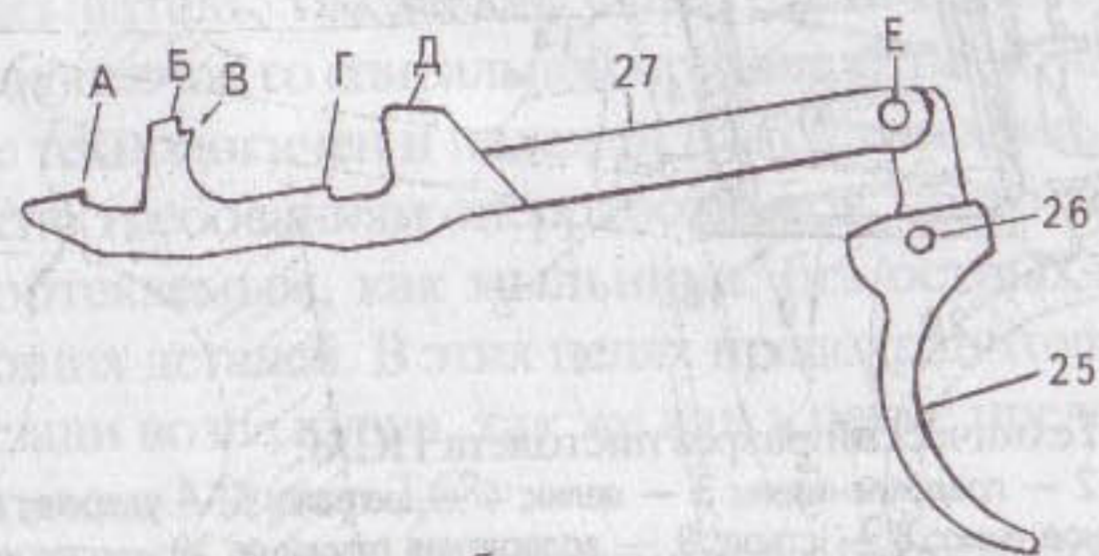
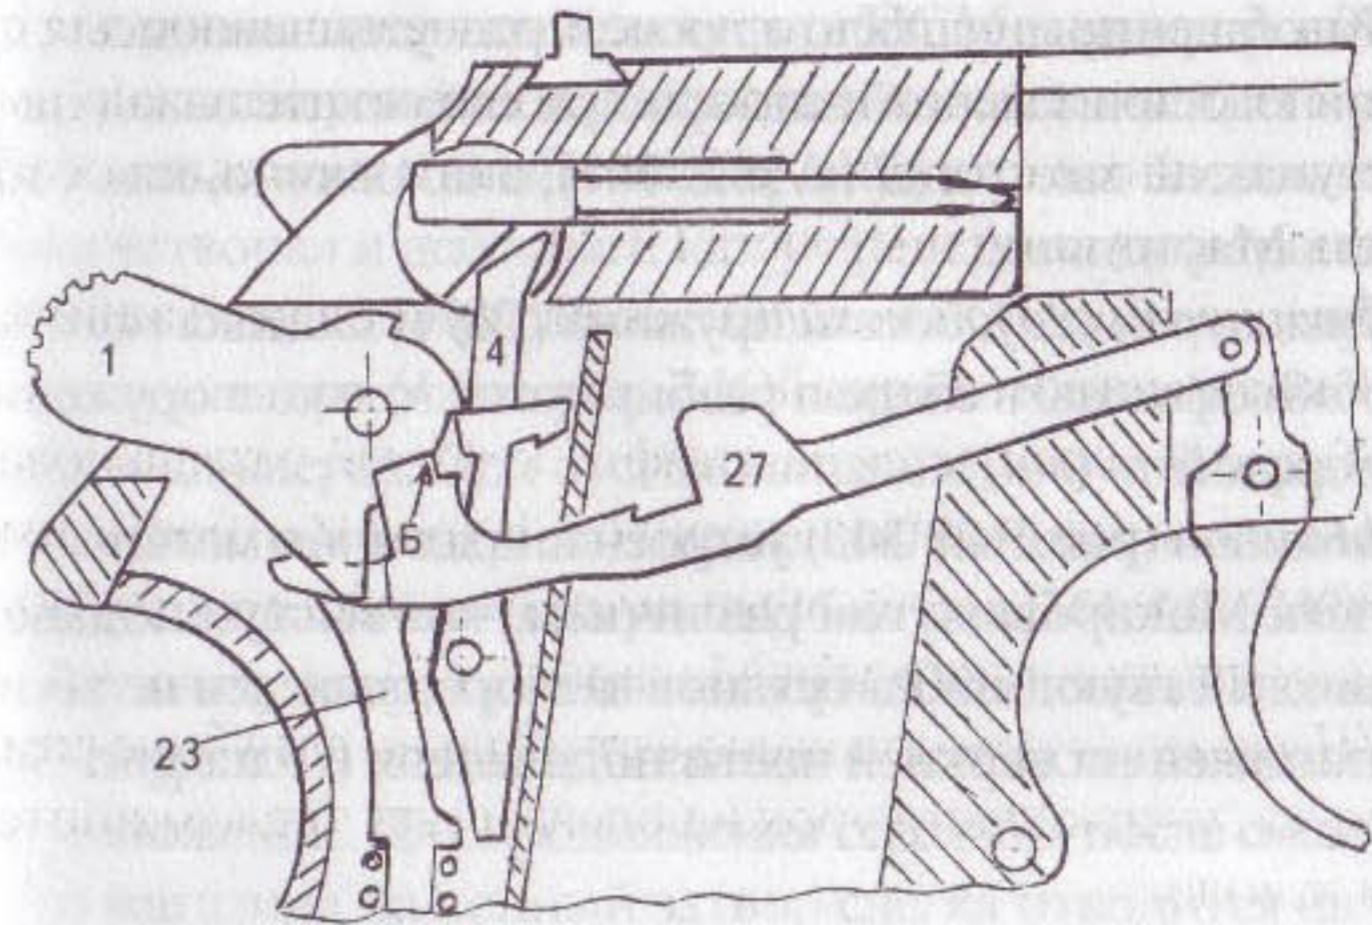
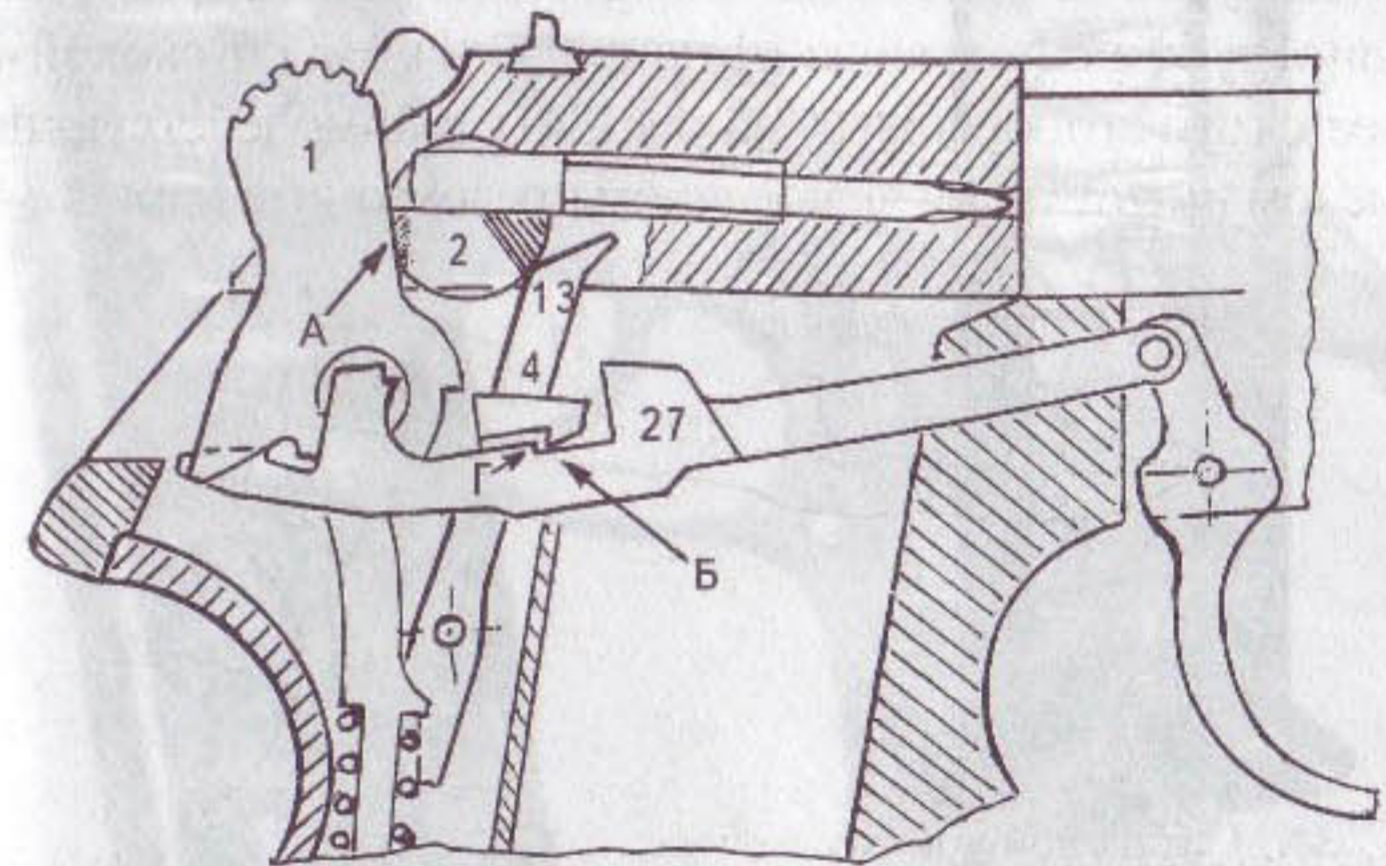

Рис. 341. Спусковой крючок в сборе:
Рис. 342. Положение деталей ударно-спускового механизма при взведенном курке:
Рис. 343. Предохранитель включен:
Спусковая тяга (27) объединена подвижным неразборным соединением в сборе со спусковым крючком. Спусковая тяга — деталь простая, но многофункциональная (рис. 341). Она обеспечивает спуск курка, отжимая от него шептало спусковым зубом (Б на рис. 342), обеспечивает работу самовзвода, поворачивая и взводя курок за один из его нижних выступов (на рисунках не видно) зубом самовзвода (А на рис. 341). На спусковой тяге имеется зуб стопорения (Г на рис. 341), взаимодействующий с зацепом шептала при включенном предохранителе (рис. 343).
Разобшение с шепталом происходит утапливанием спусковой тяги вниз массой затвора при его откате назад на разобщающий выступ (Д на рис. 341), аналогично, как у пистолета Марголина.
Как это происходит, представлено на рис. 343. Предохранитель имеет цилиндрическую форму, и при повороте флажка вперед этот цилиндр одним из ребер «отжимает» вперед носик шептала (13), которое расцепляется с взведенным курком и спускает его с боевого взвода. Курок по ударнику ударить не может, так как ему навстречу выходит другое ребро цилиндра предохранителя, которое принимает удар на себя. На рис. 343 этот момент указан стрелкой А (блокировка курка). Одновременно шептало (4) опускается и зацепом блокирует зуб стопорения спусковой тяги Г (стрелка Б на рис. 343).